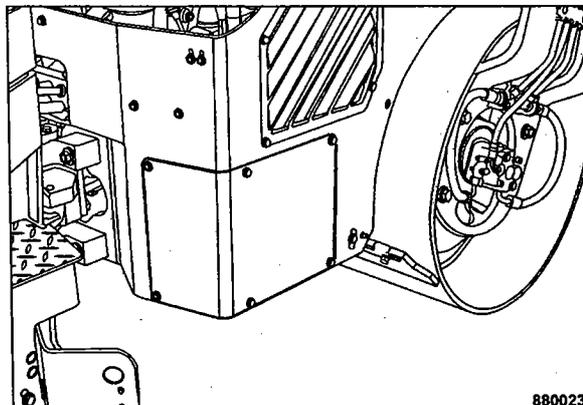

Fig. 46
- Desmontar la cubierta del compartimiento de baterías (Fig. 46).